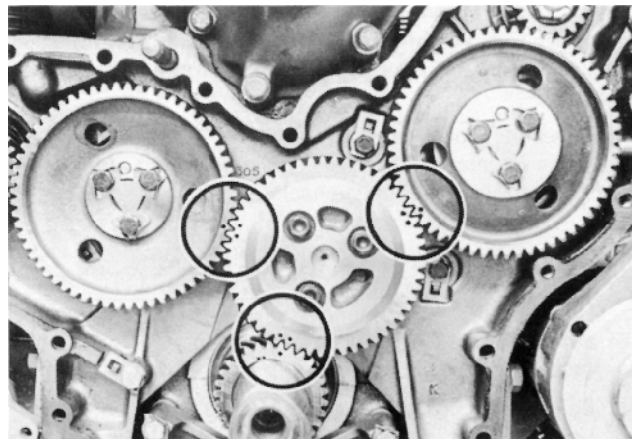

Fig. 85. Transmission, grundinställning
3. Montera mellandrevet så att märkningen stämmer (fig. 85).